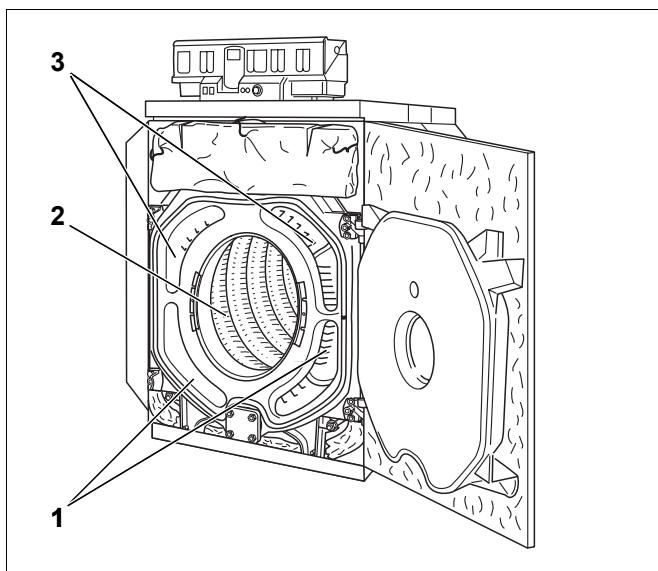

Fig. 74 Pulizia dei tiraggi
- ▶ Pulire i tiraggi con le spazzole di pulizia 1 e 2 procedendo dal lato anteriore verso quello posteriore (fig. 74, [1] e [3]).
- ▶ Pulire il resto della camera di combustione (fig. 74, [2]) con la spazzola di pulizia 2.